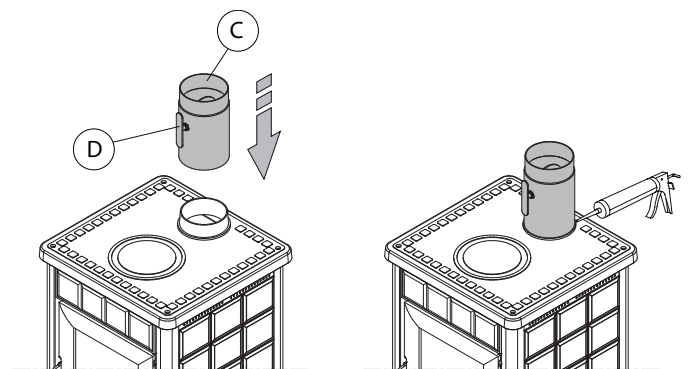

Abb. 6.2d
- das Rauchabzugsventilrohr (C) so installieren, dass der Einstellhebel (D) nach vorn zeigt; das Rohr am gusseisernen Kragen mit hitzebeständigem Silikon versiegeln (**Abb. 6.2d**).